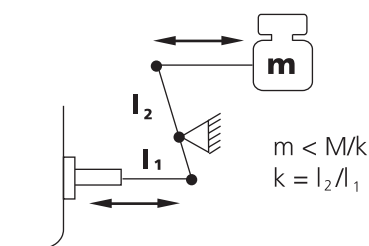

Figura 33
- Se l'interblocco è connesso mediante una leva, il peso (compreso quello delle parti mobili) deve essere ridotto in proporzione alla leva (Figura 33).